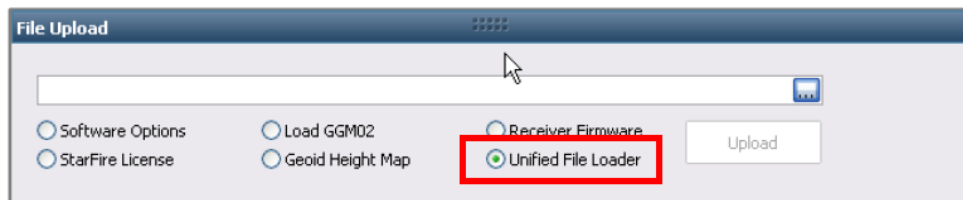

Figura 13: Opção GNSS Receiver Firmware
23. Selecione *GNSS Receiver Firmware* na janela *File Upload* (ver Figura 13).